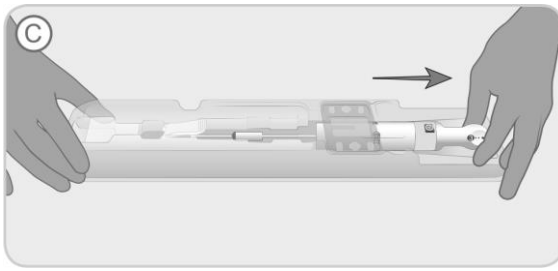

Abbildung 4. Ziehen des Gerätegriffs bis zum festen Anschlag
- C. Die Schale festhalten und den Hinterteil des Griffs (Entriegelungsnocke) ergreifen und daran ziehen, bis ein fester Anschlag erreicht wurde (auf der Schale mit „C“ gekennzeichnet) (siehe Abbildung 4). Das Implantat wird jetzt in die Ladekanüle gefaltet.